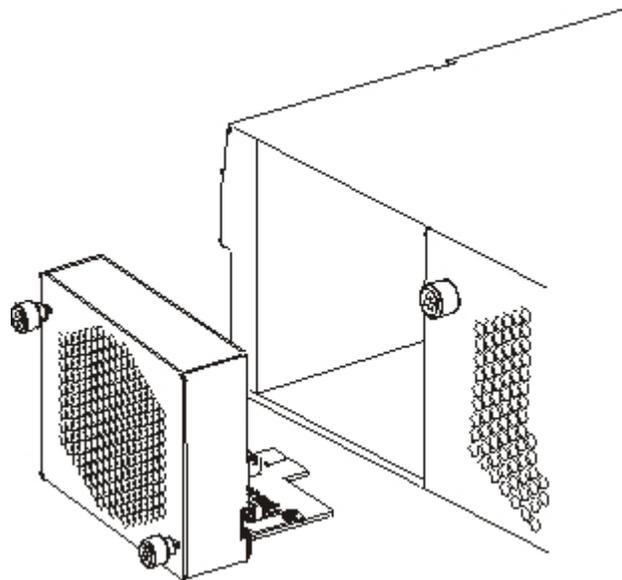

Figure 15. Retrait du module de ventilation sur un dispositif de type 7199
5. Retirez le module de ventilation comme illustré dans la figure 15.